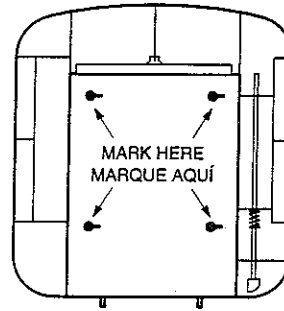
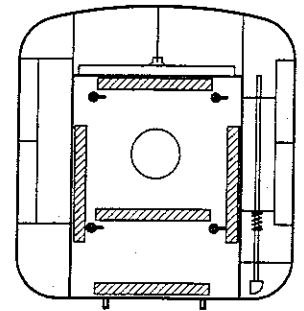

Figure 3
Figure 4
2. Après avoir ouvert la porte de la boîte distributrice, faites une marque sur la paroi vis-à-vis les quatre (4) fentes de montage tel qu'illustré à la Figure 3.
3. Percez quatre (4) trous mesurant 5/16 po de diamètre aux endroits marqués. Les trous devraient mesurer 1-1/2 fois la longueur de l'ancrage **ALLIGATOR**® en profondeur.
6. Posez la boîte distributrice sur les quatre (4) vis et assurez-vous qu'elle s'ajuste parfaitement. Apportez des correctifs, si nécessaire.
7. Enlevez la boîte distributrice et mettez le ruban adhésif à double face en place à l'arrière de la boîte distributrice, tel qu'illustré à la Figure 4.
8. Retirez la bande qui recouvre le ruban et repositionnez la boîte distributrice sur les quatre (4) vis. Poussez sur la boîte distributrice jusqu'à ce qu'elle soit solidement fixée au mur.
9. Vissez les quatre (4) vis à ras du mur.